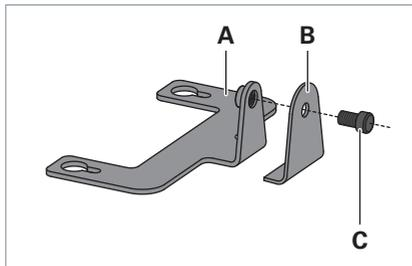

Fig. 8: Steunhoeken monteren.
- ▶ Monteer de steunhoeken door de hoek **A** en de hoek **B** met de schroef **C** te verbinden, zie Fig. 8.